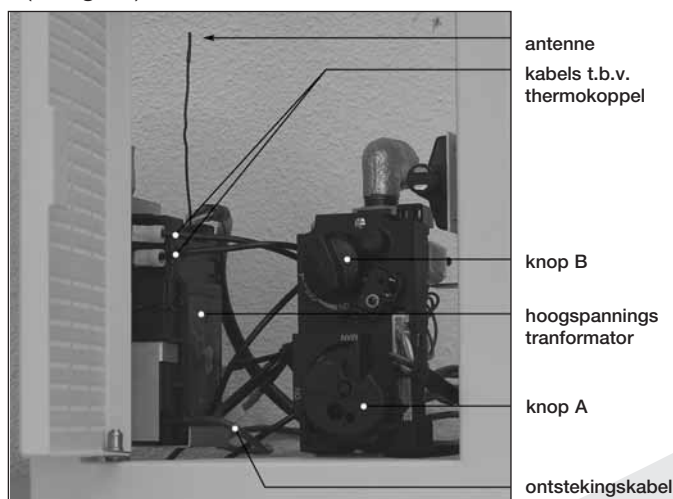

fig. 12
- Plaats de ontvanger in het bedieningskastje zoals aangegeven op Fig 12.
Let op: Plaats de antenne niet te dicht bij de ontstekingskabel en/of metalen delen (zie voor juiste positie Fig. 12);
De ontvanger bevindt zich in het bedieningskastje (zie fig. 12).
- Plaats de ontvanger zoals aangegeven op fig. 12
- Plaats de antenne van de ontvanger niet te dicht bij de ontstekingskabel en/of metalen delen: zorg ervoor dat de antenne omhoog wijst (zie voor de juiste positie fig. 12);